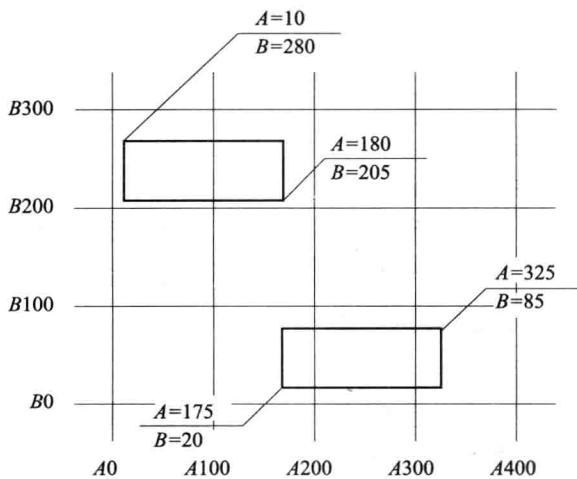

图 1-3 建筑坐标定位示意图
② 建筑坐标。建筑坐标就是将建设地区的某一点定为“0”, 采用  $100m \times 100m$  或  $50m \times 50m$  的方格网, 沿建筑物主轴方向用细实线画成方格网。垂直方向为 A 轴, 水平方向为 B 轴, 如图 1-3 所示。